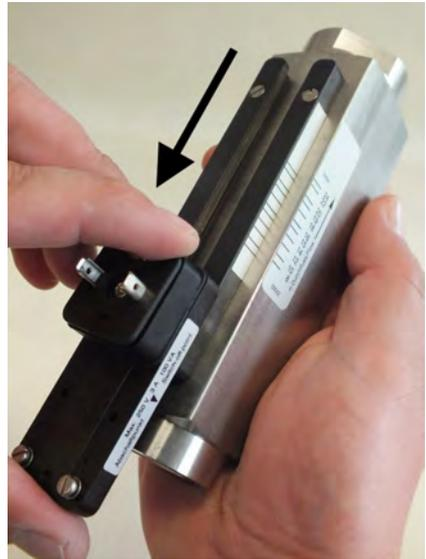

Abb. 68: Schaltkontakt aus Führung schieben
- 4.** Den Schaltkontakt in Pfeilrichtung (Abb. 68) aus den Führungsleisten schieben